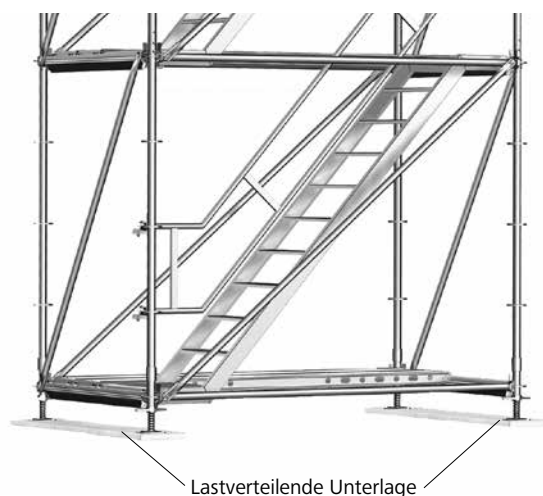

Abb. 7.1
- Geeignete lastverteilende Unterlagen sind auszulegen. Die beiden MTT-Fußspindeln an der Stirnseite müssen immer auf derselben Unterlage stehen (Abb. 7.1 und 7.2).